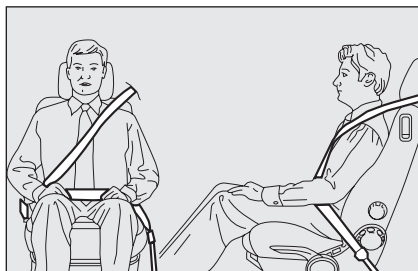

fig. 3
**ATTENTION** La sangle de la ceinture ne doit pas être entortillée. La partie supérieure doit passer sur l'épaule et traverser le thorax en diagonale. La partie inférieure doit rester adhérent au bassin (comme indiqué sur la **fig. 3**) du passager, et non à son abdomen. N'utiliser aucun dispositif (agrafes arrêteurs, etc.) pour écarter les sangles du corps des occupants.